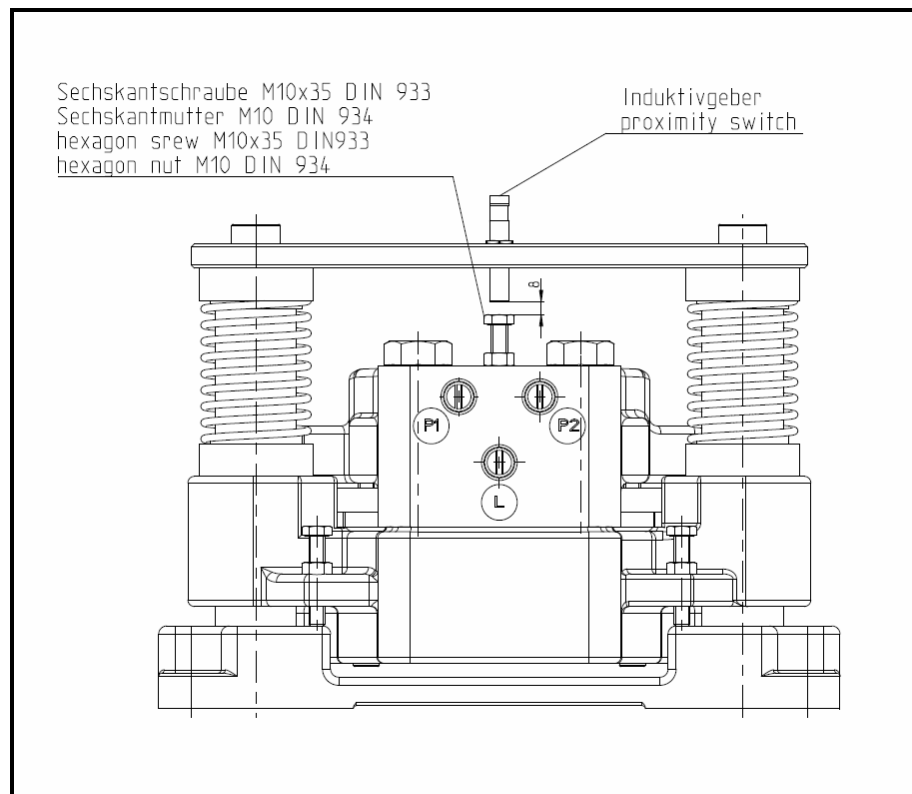

Bild 13.5
- Schrauben sie die Sechskantschraube M10x35 DIN 933 in das Bremsgehäuse nach Bild 13.5 mit Sechskantmutter M10 DIN 934 ein.